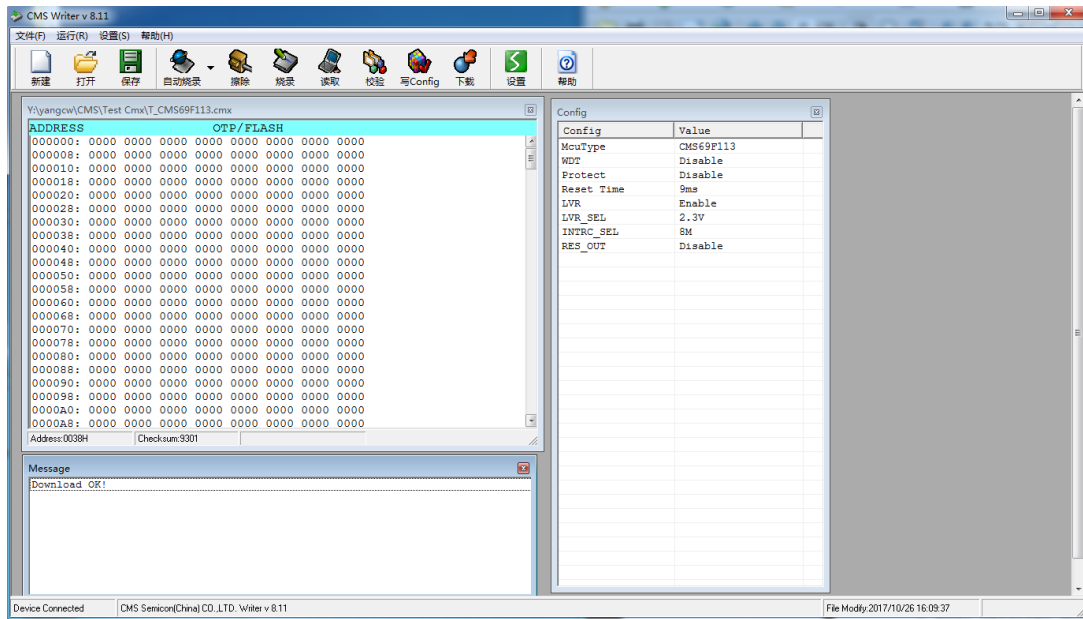

图 2-3: 烧写成功 CHECK SUM
3. 下载完成后，拔掉电源再次上电即可；此时数码管显示 4 位十六进制数，此数据为所下载文件的 CHECK SUM 值。如图 2-3 所示。